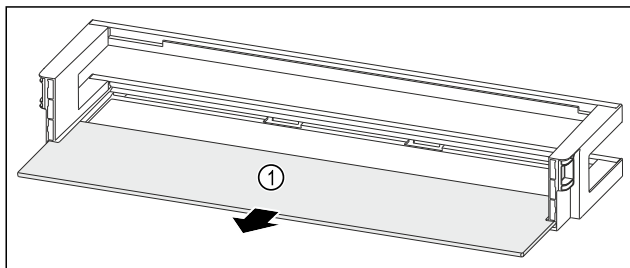

Fig. 229 Vratna polica z odlagalno polico
- Odstranite polico za odlaganje Fig. 229 (1).